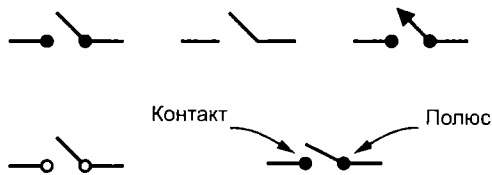

Рис. 2.37. Пять вариантов условного обозначения однополюсного переключателя на одно направление (SPST). Все они функционально идентичны
1. Переключатель. На рис. 2.37 показаны пять вариантов изображения важнейшего компонента — однополюсного переключателя на одно направление. В каждом случае полюс располагается справа, а контакт слева, хотя для переключателя такого типа (SPST) это не имеет большого значения. Для этой книги я выбрал вариант, где каждый переключатель обведен белым прямоугольником, который указывает на то, что две части переключателя представляют собой один компонент.